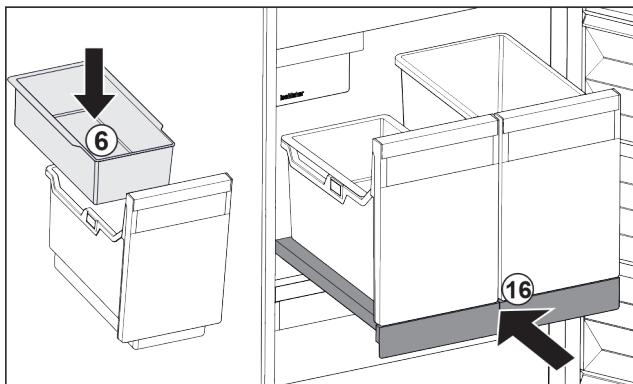

Fig. 36
- Umetnute ovjesnu posudu Fig. 36 (6) za kockice leda.
- Gurnite izvlačnu ploču sa spremnikom (IceTower). Fig. 36 (16)